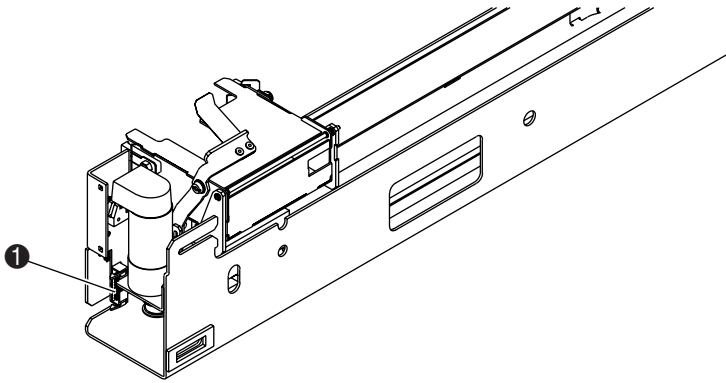

Figure 2-10. Connexion du câble du PTM (présenté isolé de l'armoire à des fins de clarté)
11. Reliez le câble du PTM au PTM (❶ Figure 2-10).